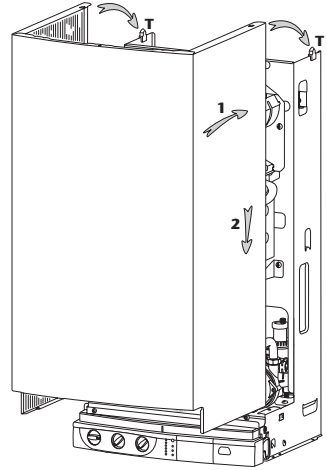

Fig. 20
- plaats de bekleding (fig. 20),